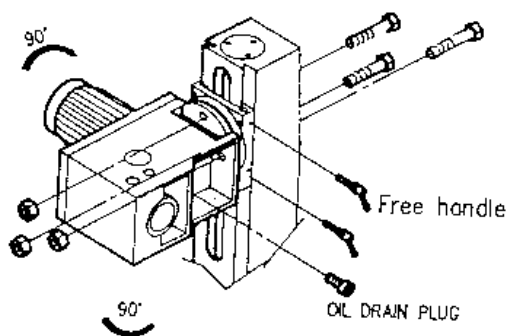

Fig. 1
- a. For at hæve og sænke hovedet løsnes de to kraftige fingerskruer som vist i Fig. 1. Brug håndtaget på den venstre side af fræsehovedet til at hæve og sænke dette på søjlen. Når den ønskede højde er fundet, strammes boltene igen for at undgå vibrationer samt hovedet ændrer position under arbejdet.